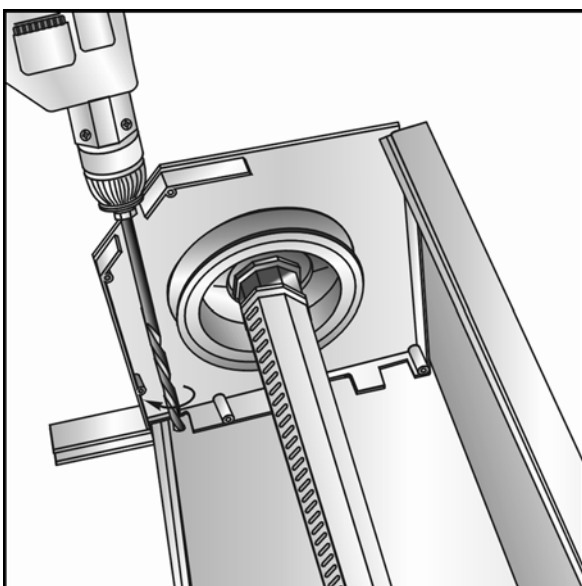

Рис. 2.11
7. Разметить и сверлить совместно отверстие необходимого размера в задней отбортовке крышки и коробе для вывода элементов привода (рис. 2.11).